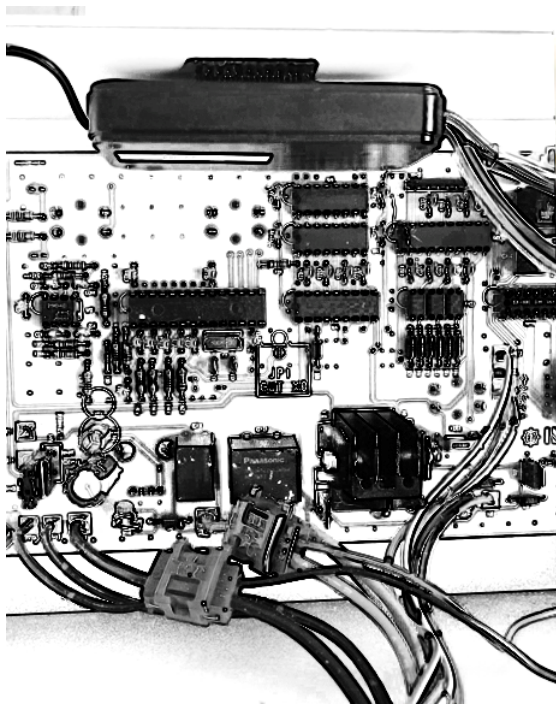

図 16-完成図(1)
- (9) コネクタを基板に差し、アンテナを取り付けて完成です。(図 16、17)